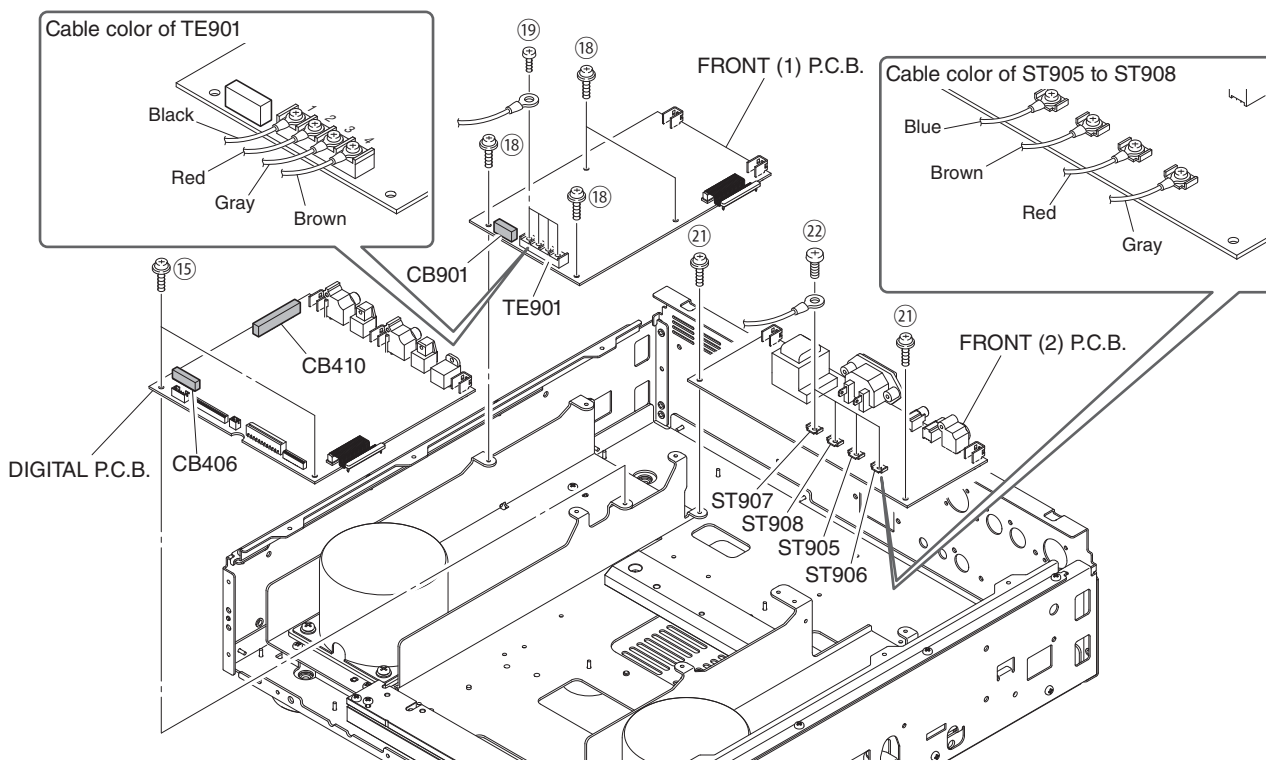

Fig. 7
- a. Remove 2 screws (15). (Fig. 7)
- c. Remove CB406 and CB410. (Fig. 7)
- d. Remove the DIGITAL P.C.B. (Fig. 7)
8. Removal of FRONT (1) P.C.B.
- a. Remove 4 screws (18). (Fig. 7)
- b. Remove 4 screws (19) and disconnect 4 cables. (Fig. 7)
- * Make sure that all the removed cables are reinstalled at specified positions. (Fig. 7)
- d. Remove CB901. (Fig. 7)
- e. Remove the FRONT (1) P.C.B. (Fig. 7)
9. Removal of FRONT (2) P.C.B.
- a. Remove 2 screws (21). (Fig. 7)
- b. Remove 4 screws (22) and disconnect 4 cables. (Fig. 7)
- d. Remove the FRONT (2) P.C.B. (Fig. 7)
- a. 15 のネジ 2 本を外します。(Fig. 7)
- c. CB406、CB410 を外します。(Fig. 7)
- d. DIGITAL P.C.B. を外します。(Fig. 7)
8. FRONT (1) P.C.B. の外し方
- a. 18 のネジ 4 本を外します。(Fig. 7)
- b. 19 のネジ 4 本を外し、ケーブル 4 本を外します。(Fig. 7)
- ※ 取り外したケーブルはすべて決められた位置に取り付けてください。(Fig. 7)
- d. CB901 を外します。(Fig. 7)
- e. FRONT (1) P.C.B. を外します。(Fig. 7)
9. FRONT (2) P.C.B. の外し方
- a. 21 のネジ 2 本を外します。(Fig. 7)
- b. 22 のネジ 4 本を外し、ケーブル 4 本を外します。(Fig. 7)
- d. FRONT (2) P.C.B. を外します。(Fig. 7)